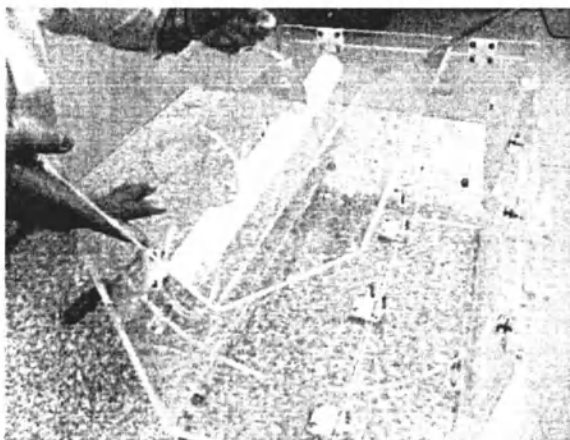

Рисунок 67
3.6.29 Снять с фиксаторов и вынуть заднюю внутреннюю стенку (рисунок 67).